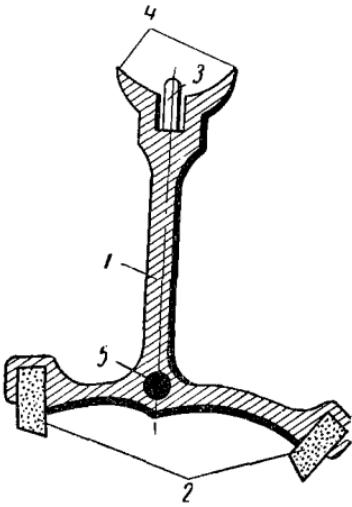

Рис. 63. Анкерная вилка:
*Анкерная вилка* (рис. 63) является связующим звеном между узлом баланса и анкерным колесом и состоит из самой вилки 1, двух палет 2, оси 5 с цапфами, предохранительного копья 3 и рожков 4.